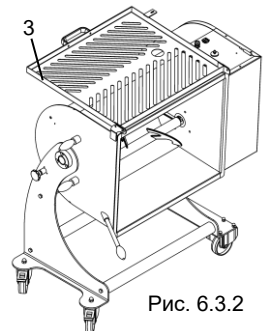

Рис. 6.3.2
- Відкрийте захисну решітку «3» (рис. 6.3.2) і спорожніть чашу.